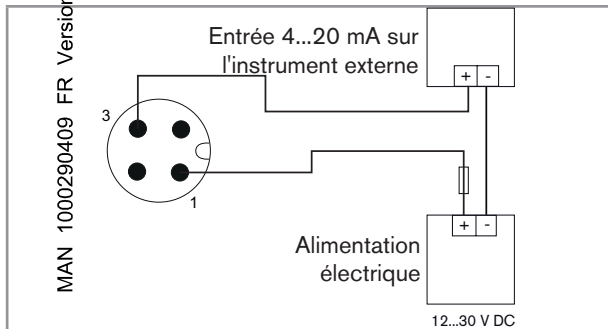

Fig. 7 : Appareil avec connecteur mâle M12 4 pôles – raccordement de la sortie courant
- Raccorder la sortie courant 4...20 mA (connexion 2 fils). Se reporter à Fig. 7.